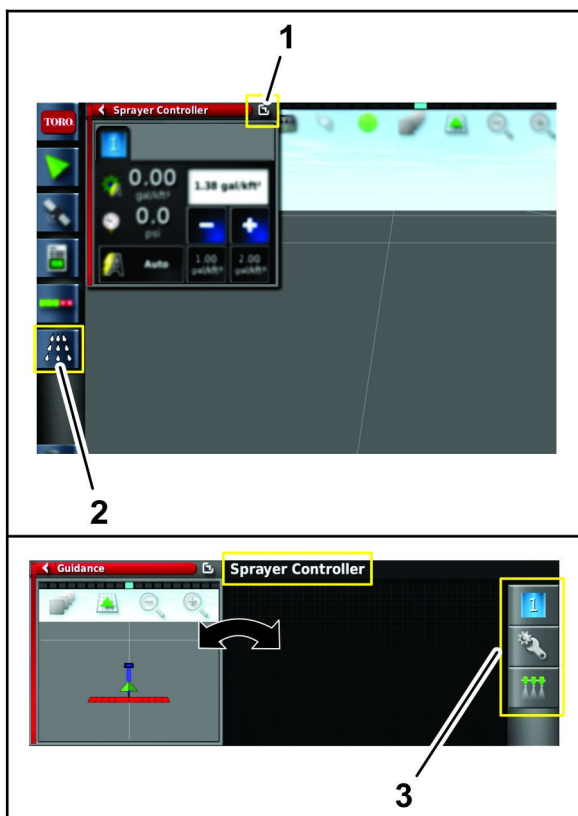

Figure 177
3. Appuyez sur l'icône du contrôleur de pulvérisateur (Figure 177).
5. Appuyez sur l'icône de configuration dans le sous-menu du contrôleur du pulvérisateur pour afficher le menu de configuration (Figure 177).
9. Appuyez sur l'icône de la fenêtre d'échange pour retourner au menu du contrôleur du pulvérisateur (Figure 177).